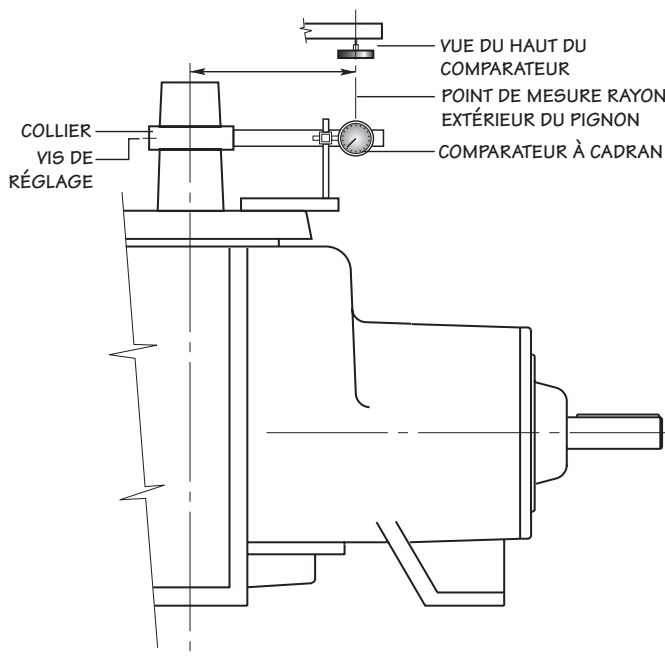

Figure 6 Mesure du jeu entre les dents de l'engrenage
La dent du pignon d'entraînement marquée par un « X » étant engagée entre les deux dents de la couronne de train planétaire marquées par un « X », vérifiez le jeu entre les dents avec un comparateur à cadran comme illustré à la **Figure 6**. Verrouillez l'arbre à pignons contre toute rotation. Le jeu entre les dents est la quantité de mouvement de l'axe du ventilateur, mesurée à une distance égale au rayon extérieur de la couronne de train planétaire. Le jeu entre les dents sur un jeu d'engrenages 6,50/1 doit être compris entre 0,33 et 0,46 mm (0,013 et 0,018 po). Le jeu entre les dents pour tous les autres ratios doit être compris entre 0,25 et 0,38 mm (0,010 et 0,015 po). Une fois les dents marquées par un « X » engagées, le jeu entre les dents doit être approximativement au milieu de la plage admissible. Vérifiez le jeu entre les dents en trois autres points autour de la couronne de train planétaire pour vous assurer que le jeu entre les dents est dans les limites spécifiées. Ajustez la couronne de train planétaire avec l'axe en retirant ou en ajoutant des cales (420) en bas de l'arrêt de roulement.